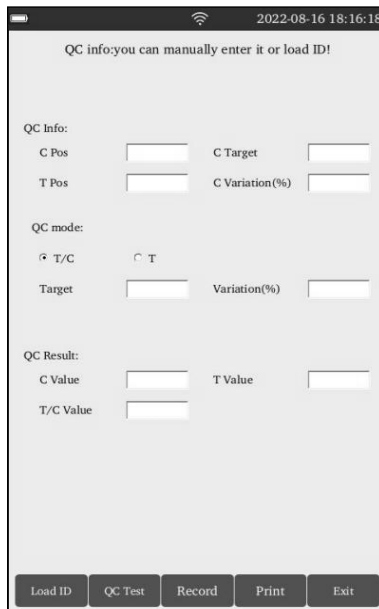

Fig 21
2) Toque em "**QC**" para entrar na interface. (Ref Fig 21)